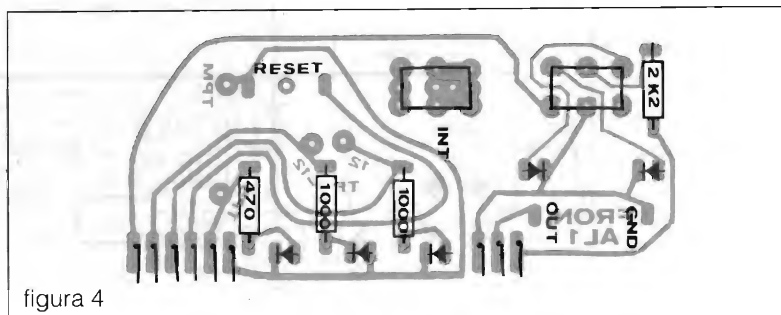

figura 4
Nella figura 4 è visibile il circuito stampato dell'alimentatore, mentre nella figura 5 è visibile il circuito stampato che raccoglie i LED spia (5) i deviatori a levetta (2) il pulsante di reset e i collegamenti del jack per l'uscita della tensione a 12,5 o 21 Volt.